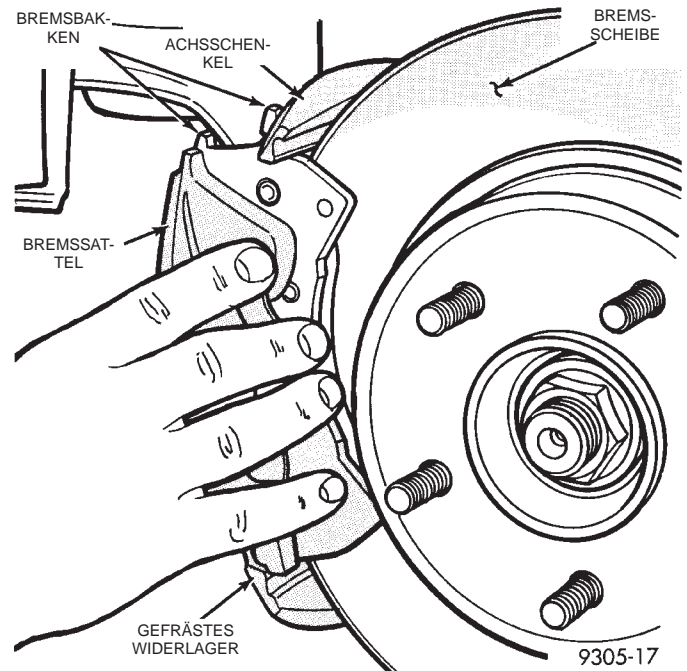

Abb. 5 Ausbau des Bremssattels
(4) Bremssattel vom Achsschenkel lösen, indem zuerst das obere Ende des Bremssattels vom Achsschenkel weggedreht wird. Dann den Bremssattel vom unteren gefrästeten Widerlager am Achsschenkel abheben (Abb. 5).
(5) Muß der Bremssattel vollständig aus dem Fahrzeug ausgebaut werden, die Hohlschraube lösen,
(3) Bremssattel und Bremsbacken vorsichtig über die Bremsscheibe schieben. Hierzu das Verfahren zum Ausbau in umgekehrter Reihenfolge durchführen (Abb. 5).
(4) Die Hohlschraube eindrehen, mit der der flexible Bremschlauch am Bremssattel befestigt wird. Auf jeder Seite der Halterung des flexiblen Bremschlauches ist vor dem Eindrehen der Hohlschraube eine Unterlegscheibe anzubringen. Die Bremssattelführungsbolzen mit einem Anzugsmoment von 48 N·m (35 ft. lbs.) festziehen.